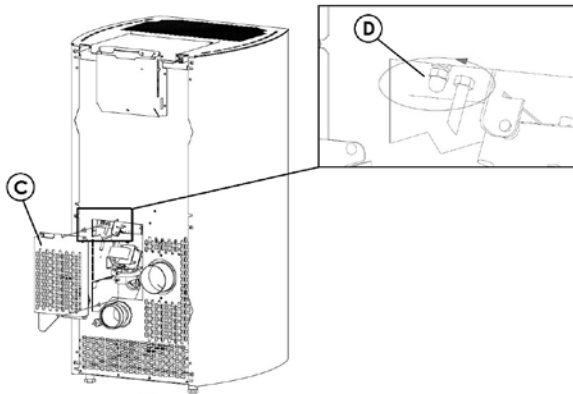

Fig. 75 - Abnehmen der Inspektionsabdeckung
- Inspektionsabdeckung "C" auf der Rückseite des Ofens abbauen (siehe **Fig. 75**).